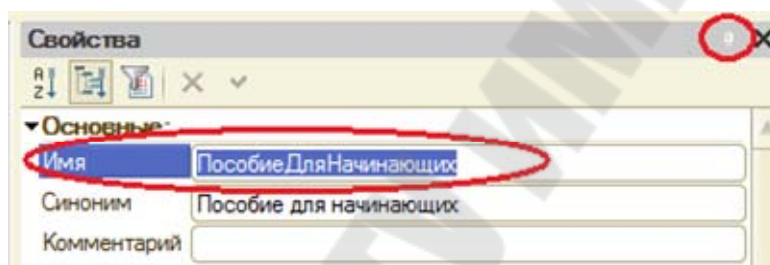

Рис. 1.4. Окно свойств конфигурации
**Шаг 4.** Задаем свойства конфигурации. В дереве объектов конфигурации выбираем корневой элемент Конфигурация и двойным щелчком мыши открываем окно ее свойств. В поле *Имя* записываем без пробелов название конфигурации, как показано на рис. 1.4.